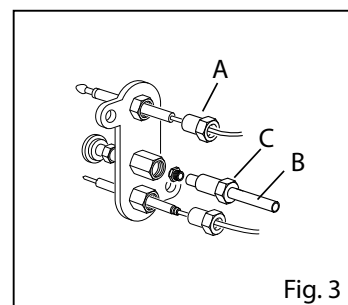

Fig. 3
- Conecte el cable de alta tensión (Fig. 3/B)